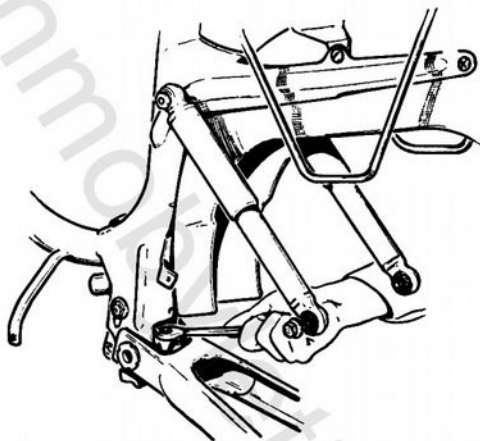

fig. 38
- Visser l'écrou sur la vis de la pince d'articulation et le serrer (voir figure 38).